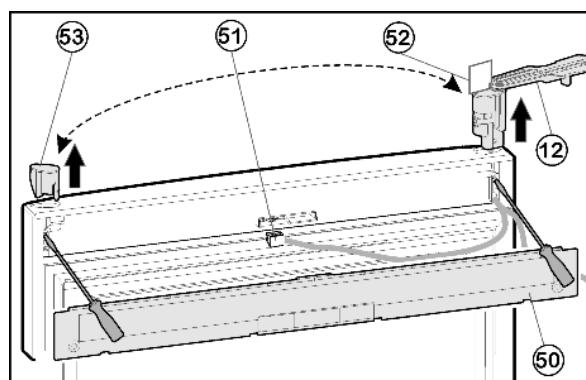

Fig. 10
- Снимите крышку Fig. 10 (50) на дверце с помощью отвёртки.
- Отсоедините разъем Fig. 10 (51).
- На верхней дверце поверните опорный кронштейн Fig. 10 (12) наружу параллельно краю дверцы.
- При помощи отвертки вытолкните опорный кронштейн Fig. 10 (12) снизу и снимите с двери вместе с кабелем.
- Извлеките пробку Fig. 10 (53) снизу при помощи отвертки и вставьте на другой стороне.
- Проденьте кабель опорного кронштейна Fig. 10 (12) на противоположной стороне и установите опорный кронштейн.
- Снимите шаблон Fig. 10 (52) и закрепите на опорном кронштейне.
- Вставьте разъем Fig. 10 (51).
- Зафиксируйте крышку Fig. 10 (50) на дверце.